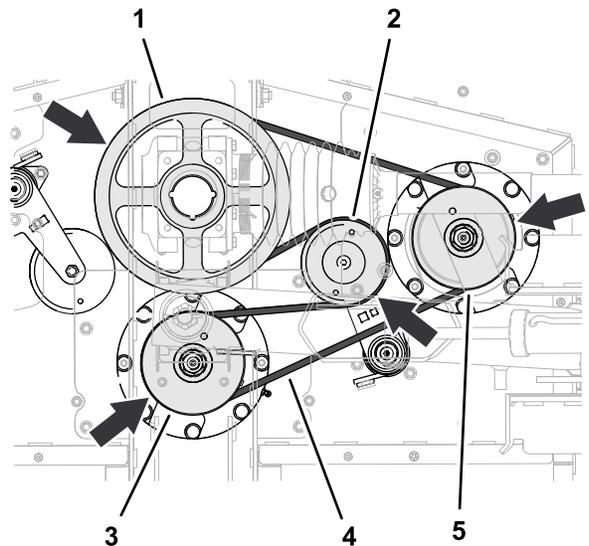

図 68
- 長いベルトを駆動プーリ、中央スピンドルプーリの上側の溝と、右側スピンドルプーリにセットする 図 68。
2. バールなどを使って短いベルトのベルトテンショナを左に回して、テンショナのプーリにベルトを取り付ける 図 68。